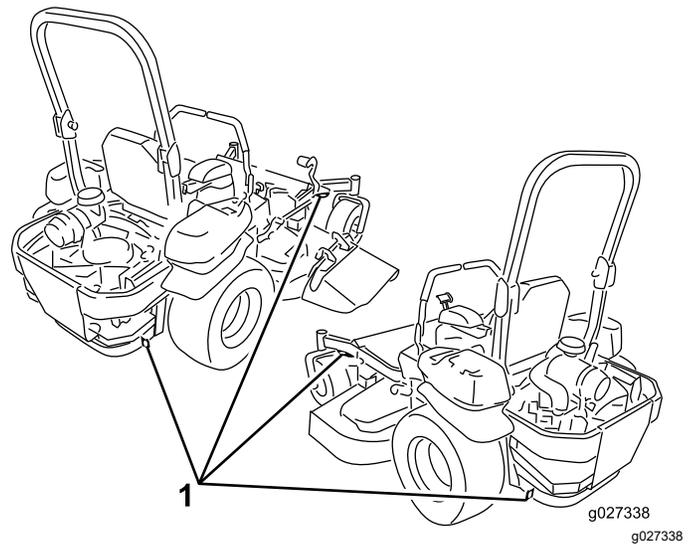

Рисунок 41
6. С помощью строп, цепей, тросов или канатов закрепите машину в точках, расположенных рядом с передними поворотными колесами и на заднем бампере (Рисунок 41). Изучите местные нормативные документы по требованиям к креплению оборудования.